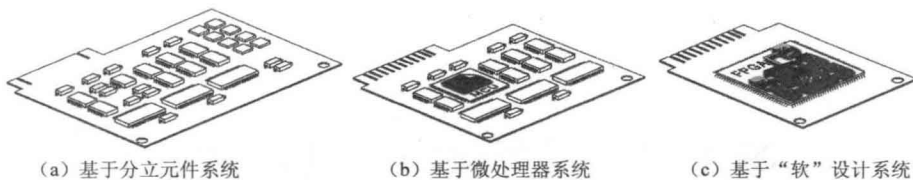

图 1-1 板级系统中元件技术的演变
1) 板级系统中元件技术的演变 通常人们会将电子设计等同于设计电路印制板——一个基于特定产品内的电子元件集合。因此，设计 PCB (Printed Circuit Board, 印制电路板) 的工具和方法的演变取决于电子元件应用技术的发展进程。从分立式元件到集成电路元件，再从微处理器元件到可编程器件，元件设计技术越来越向高度集成、微型封装、高时钟频率、可配置等方向发展；系统设计更多地从硬件向软件过渡。板级系统中元件技术的演变如图 1-1 所示。